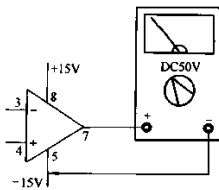

图 5-85 IC 放大能力估测方法原理图
利用万用表可估测集成运放的放大能力,如图5-85所示。集成运放上接 $\pm 15V$ 电源,万用表置于50DVC档。首先,使集成运放输入端开路,集成运放处于截止状态,这时输出端⑦脚,对负电源⑤脚的电压约20~25V。